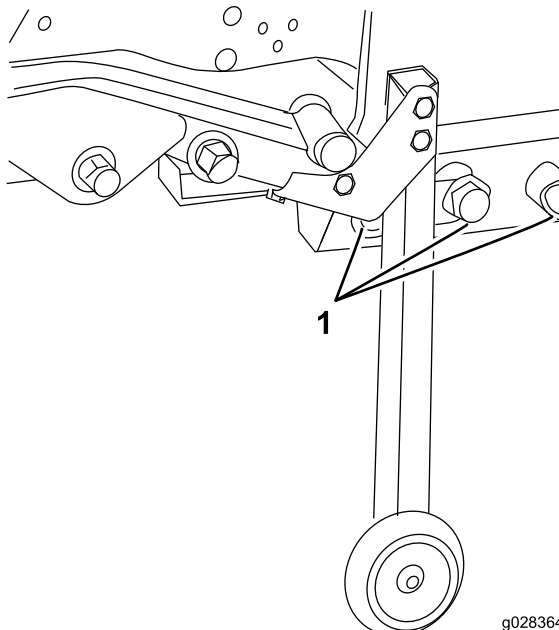

Figura 101
23. Retire cuidadosamente os parafusos (3/4 pol.), as anilhas e as porcas que fixam a estrutura da plataforma à estrutura traseira (3 no lado esquerdo e 2 no lado direito) (Figura 101).